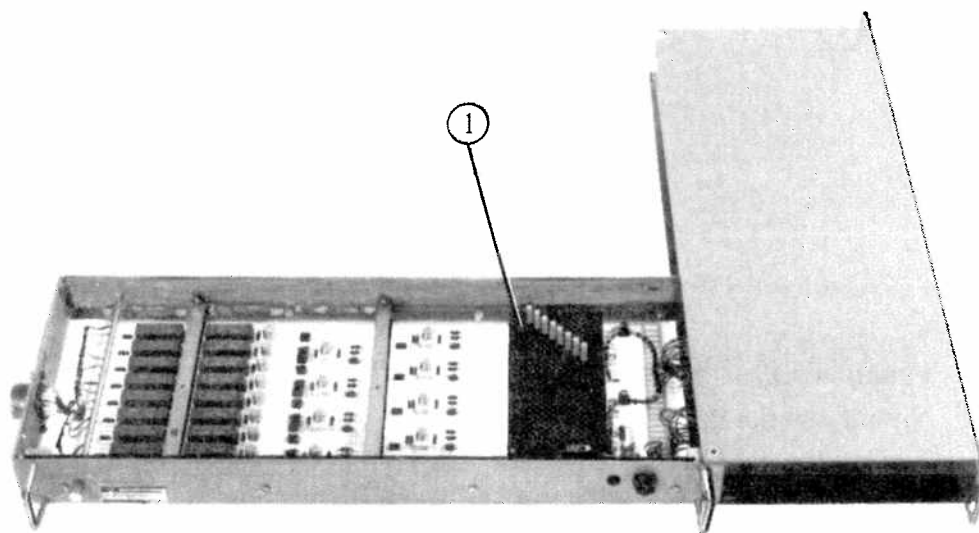

Bild 16. Upptagetenhet
5.7.1 För att erhålla upptagetmarkering mellan två lokalt anslutna manöversystem vid betjäning av gemensam radiokanal erfordras en upptagetenhet. Se bild 16. Bilden visar enheten med lock borttaget.